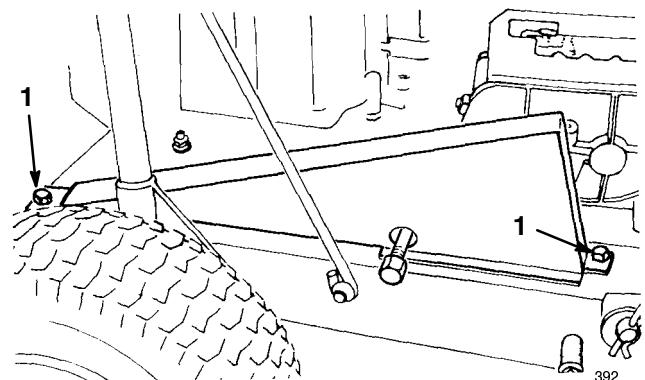

Abbildung 26
1. Zwei Schrauben entfernen, mit denen die Kettenabdeckung am Fahrgestell des Mähers befestigt ist, und die Kettenabdeckung herunterheben (Abb. 26).